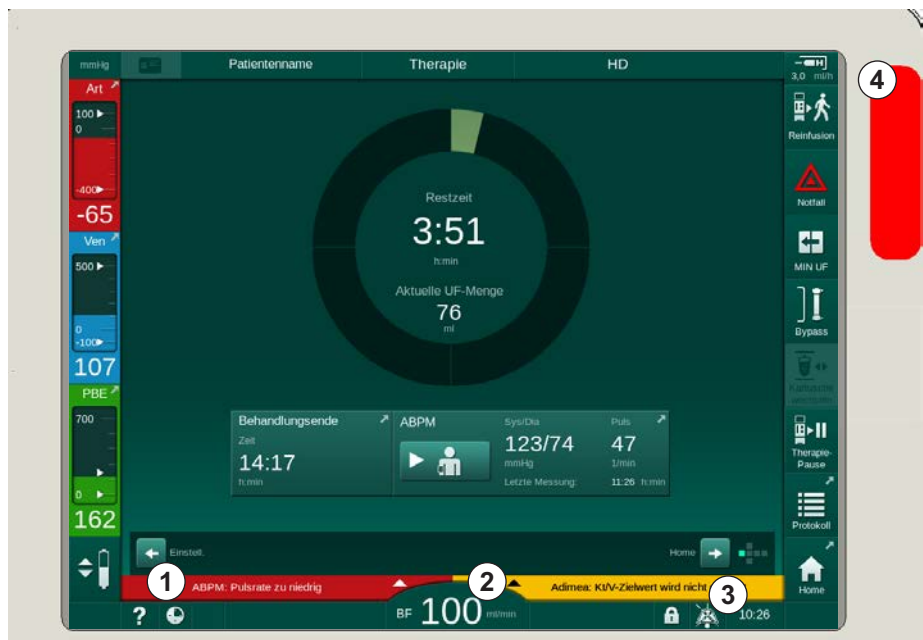

Abb. 12-1 Alarm- und Warnfelder und Signalleuchte
Das Alarmfeld (Abb. 12-1, ①) auf der linken Seite zeigt sicherheitsrelevante Alarmer in **Rot**. Nicht sicherheitsrelevante Alarmer werden in **Gelb** angezeigt.
- ☞ Das akustische Signal wird abgeschaltet und das Symbol *Alarmton pausiert* (Abb. 12-1, ③) wird angezeigt.
- ↪ Das akustische Signal wird abgeschaltet und das Symbol *Alarmton pausiert* (Abb. 12-1, ③) wird angezeigt.